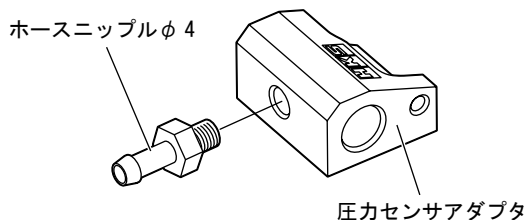

図 5
- (2) 圧力センサアダプタにホースニップルφ4を取付けてください。取付ける際は、ネジ部に市販のシールテープ等を巻くなどしてエア漏れしないようにしてください。（図5）